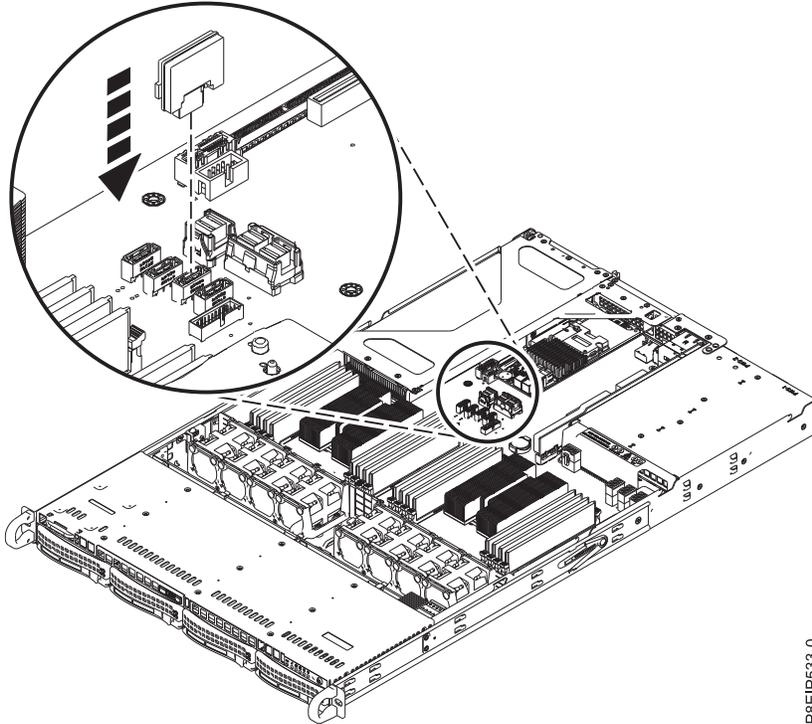

図 12. DOM の取り付け
2. DOM をシステム・バックプレーンの位置 **(A)** に取り付けます (17 ページの図 12 を参照)。DOM のモデルによっては、DOM 用の小さな電源コードの挿入も必要になる場合があります。コネクタが正しく挿入されていることを確認します。